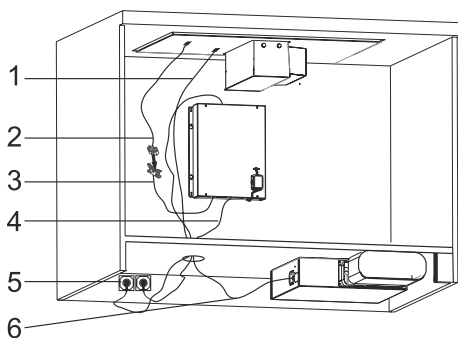

Fig. 21: Kabelanslutningar
11. Strömkabel för spishällen (Fig. 21/1). Anslut till ström (Fig. 21).
Datakabel från spishällen (Fig. 21/2) och datakabel från styrbox (Fig. 21/3) är ansluts till varandra (Fig. 21). Multikontakten från styrboxen (Fig. 21/4) ansluts till multi-ingången på sidan av motorn (Fig. 21/5) (Fig. 21). Strömkabeln från styrboxen ansluts till ström (Fig. 21/6).